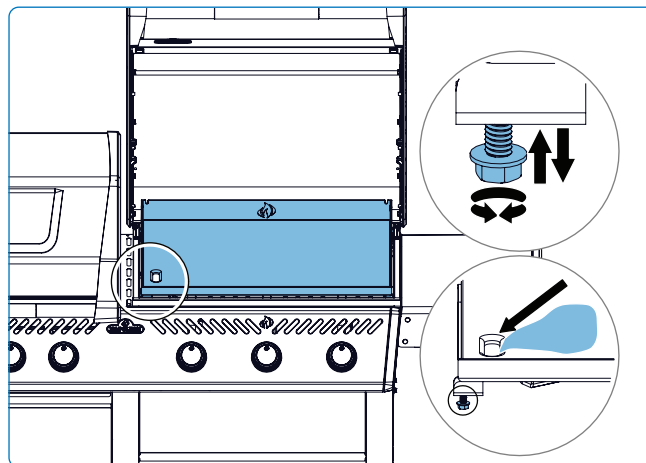

Fig. 19
1. Ubique el tornillo de ajuste en la esquina frontal izquierda del aparato (**Fig. 19**).